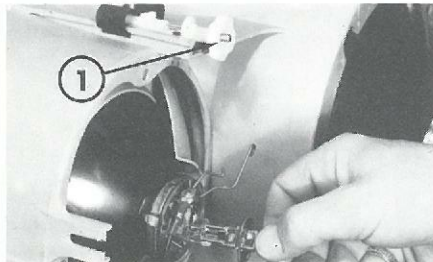

Fig. 46 – Ekstra fjernlygter (lille diameter)
- Drejelygter (fig. 46 og 46 bis).
- Faste lygter (fig. 46 ter).
Fig. 46 bis – Ekstra fjernlygter (lille diameter)
Fig. 46 ter – Ekstra fjernlygter (lille diameter)